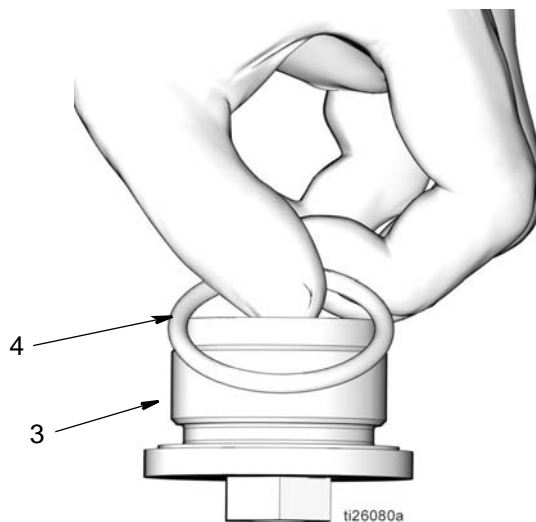

Рис. 54
- d. Нанесите тонкий слой консистентной смазки на уплотнительное кольцо (4). Установите уплотнительное кольцо круглого сечения в стопорную гайку поршня (3) (Рис. 54).